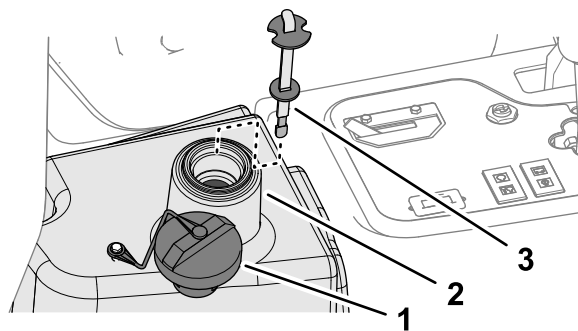

Figura 87
4. Riempite il serbatoio idraulico (Figura 87) con circa 22,7 litri di fluido idraulico; fate riferimento a Specifiche del fluido idraulico (pagina 61).